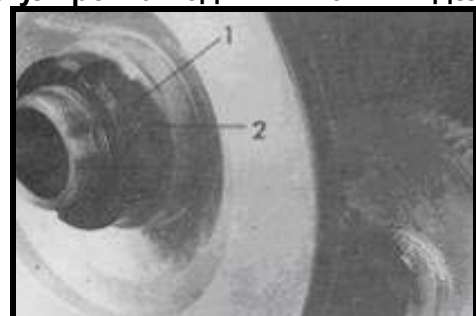

Рис.27
Освободите резьбовой штифт (1, *Рис.27*). Осторожно вытащите гайку с канавкой (2), используя специальный ключ.